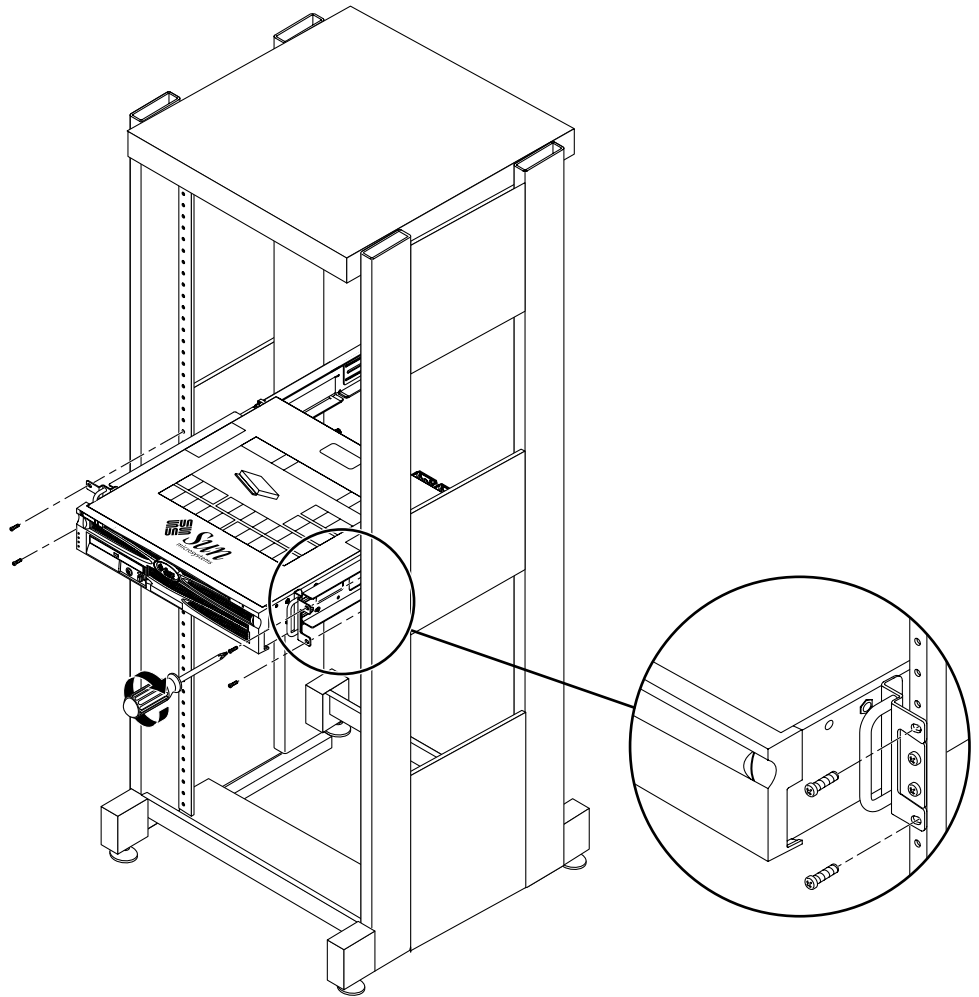

ABBILDUNG 3-22 Befestigen der Vorderseite des Servers an der Vorderseite des Racks
17. Befestigen Sie die Seitenschienen, die am Server angebracht sind, mit zwei Schrauben auf jeder Seite an der Vorderseite des Racks (ABBILDUNG 3-22). Die Größe der Schrauben variiert je nach Rack.